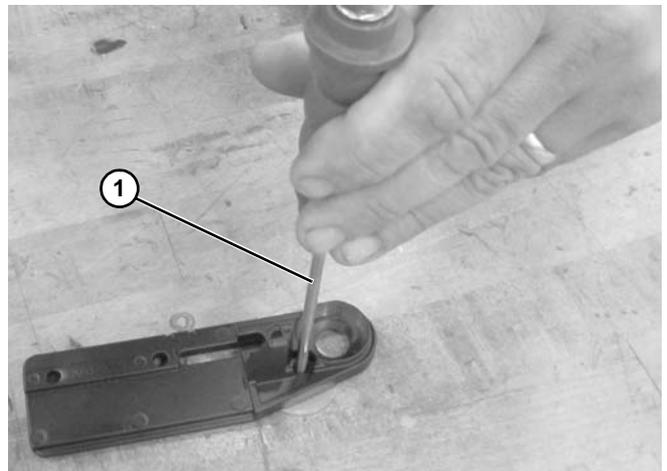

Abbildung 71
4. Denselben Vorgang für das Auswerfen (**Abbildung 72, Teil 1**) zur Ausrichtung des Schraubenlochs wiederholen und dafür eine 3 mm - 5 mm Stanze (**Abbildung 71, Teil 1**) oder M5 - M6 Schraube verwenden.